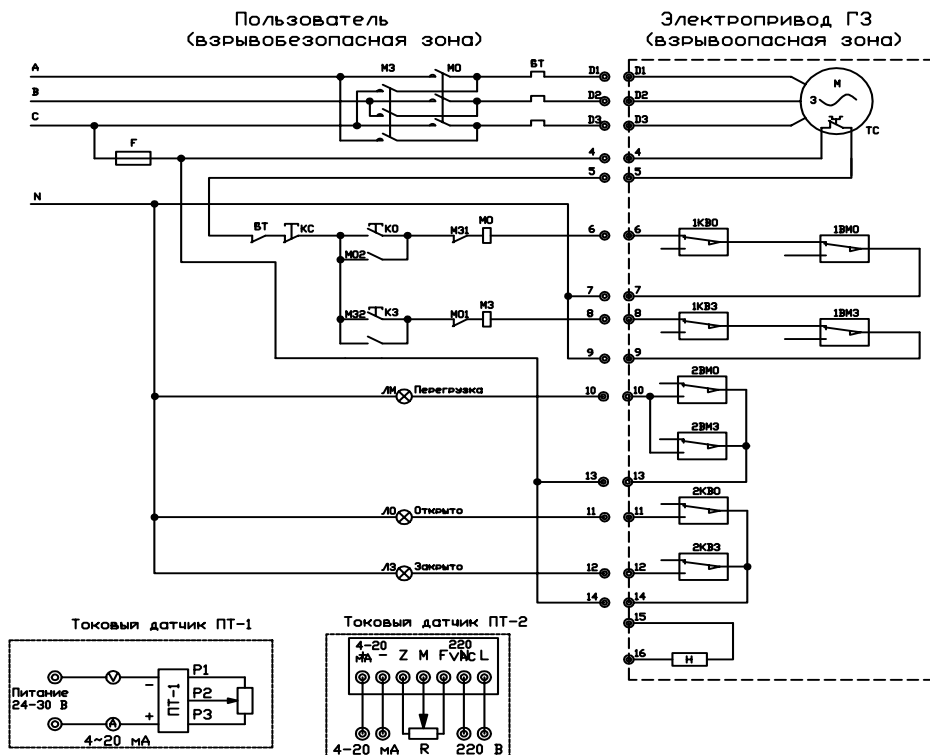

Рис.4(2) Принципиальная электрическая схема подключения электропривода ГЗ-ОФВ (обновленная электросхема)
3. ЭЛЕКТРИЧЕСКАЯ СХЕМА УПРАВЛЕНИЯ (рис.4)